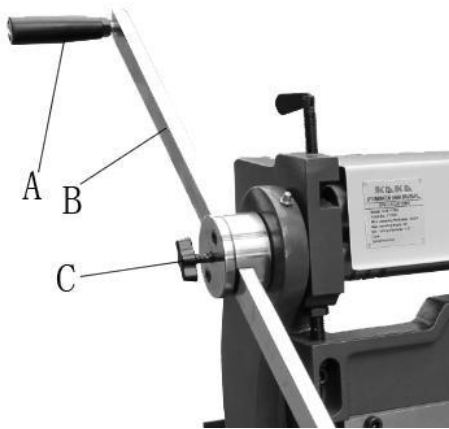

Figure 2
16. Retirez une poignée (A, Figure 2) de chaque ensemble de poignée de commande, à l'aide d'une clé hexagonale de 6 mm.
17. Desserrez le boulon de verrouillage (C, Figure 2).
18. Faites glisser la barre (B) dans le moyeu et serrez le verrou boulon (C) pour fixer.
19. Réinstallez la poignée (A).